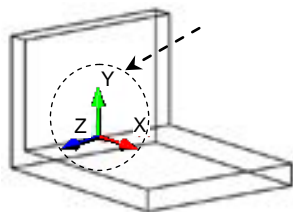
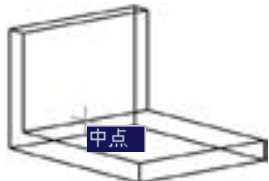

图 17.11.5 定位用户坐标系
图 17.11.6 捕捉中点
(1) 将用户坐标系定位至图 17.11.5 所示的中点位置。在命令行中输入命令 UCS 后按 Enter 键，在命令行中输入字母 N 后按 Enter 键，捕捉图 17.11.6 所示的中点并单击。